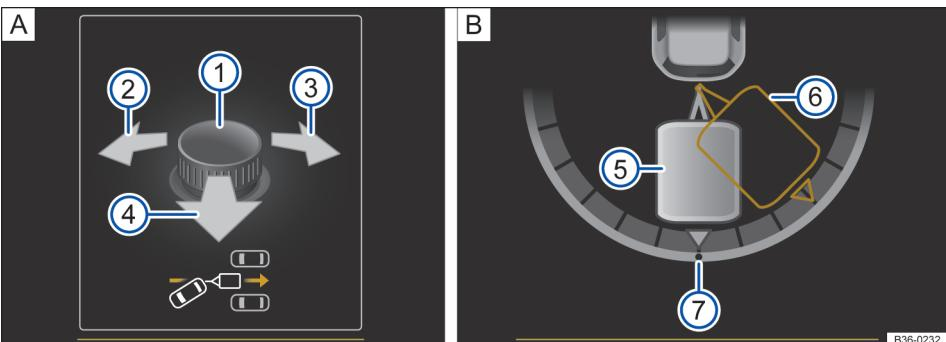

Fig. 134 No display do instrumento combinado: operar o assistente de manobras do reboque.
Legenda para → Fig. 134:
- Bascular o botão rotativo até atingir a direção de saída. No display do instrumento combinado, aparece uma representação do conjunto na posição atual para orientação → Fig. 134 [B].
- Se necessário, corrigir o ângulo com o botão rotativo → Fig. 134 [A] ①.